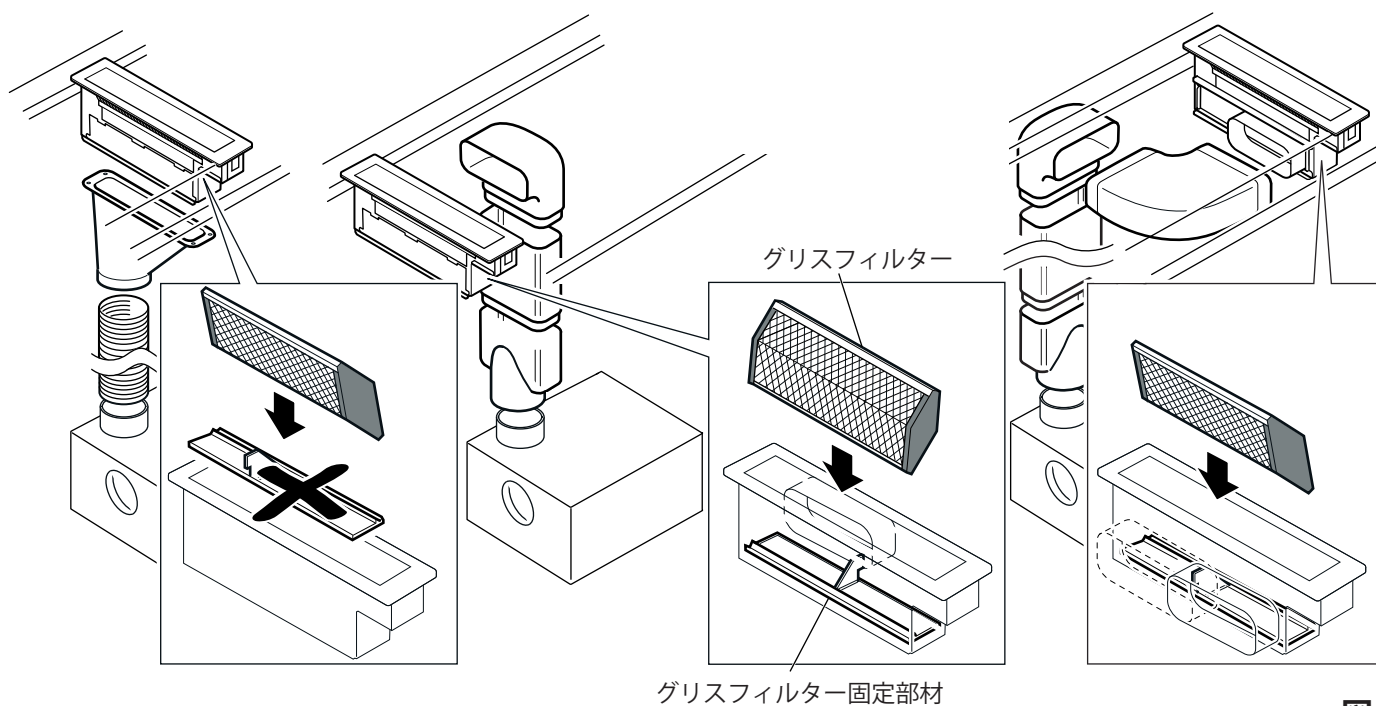

図 16
7. 付属のグリスフィルター固定部材を製品吸い込み口から入れ、底面に設置します。その上から、グリスフィルターを斜めに落とし込みます。(図16)